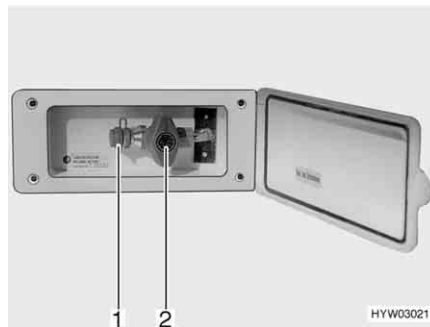

Bild 98 Externer Gasanschluss, Gasabsperrentil geschlossen
Der externe Gasanschluss (Bild 98) befindet sich je nach Modell am Heck oder auf der linken bzw. rechten Fahrzeugseite.
- Externes Gasgerät an der Anschluss-Stelle (Bild 98,1) anschließen.
- Das Gasabsperrentil (Bild 98,2) öffnen.